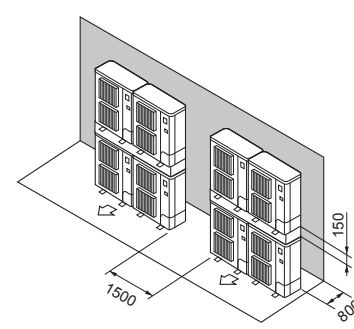

Fig. 2-15
- ⑦ Opstelling met boven elkaar geplaatste apparaten (Fig. 2-15)